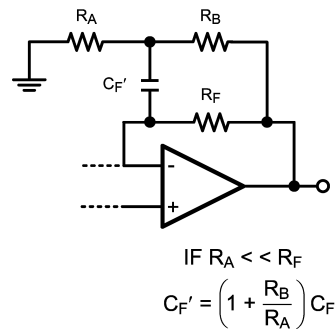

FIGURE 10. Obtaining Small C_F from large C_F'
C_F を式 (3) で計算すると極端に小さい値 ($< 1\text{pF}$) になる場合があります。これは特に高速アプリケーションでよく見られます。このような場合に、合理的な値を得るには Figure 10 の回路を使用するのが実用的です。この回路では、 C_F' の容量は実効帰還容量 C_F の $(1 + R_B/R_A)$ 倍です。ここでは大きな値のコンデンサを使用してこの回路で小さくて有効な容量を得ることができます。